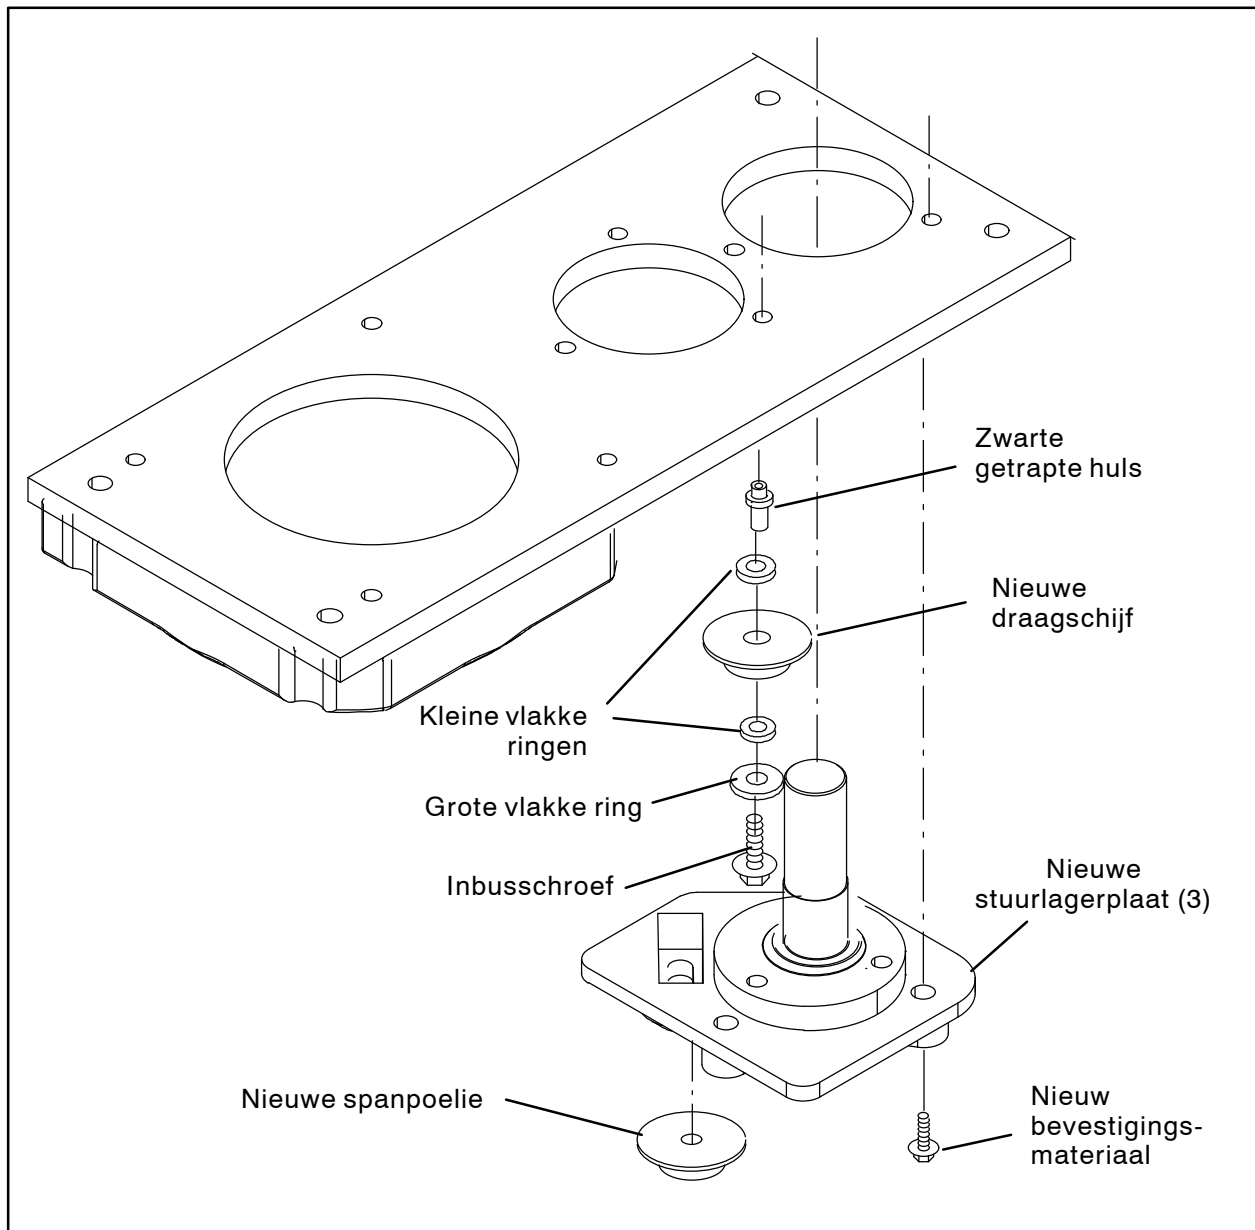

AFB. 17
Wanneer u de stuurketting verwijdert, valt de spanpoelie uit het stuurmechanisme. Gooi de spanpoelie weg. (Afb. 17/Afb. 18)
23. Houd de nieuwe spanpoelie op de stuurlagerplaat (3) en installeer de stuurketting. (Afb. 17/Afb. 18/Afb. 19)